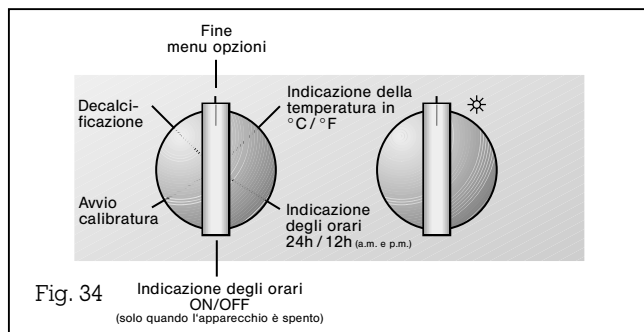

Fig. 34
- Girate la manopola «Grado di umidità» verso destra sulla posizione «Decalcificare» (Fig. 34).